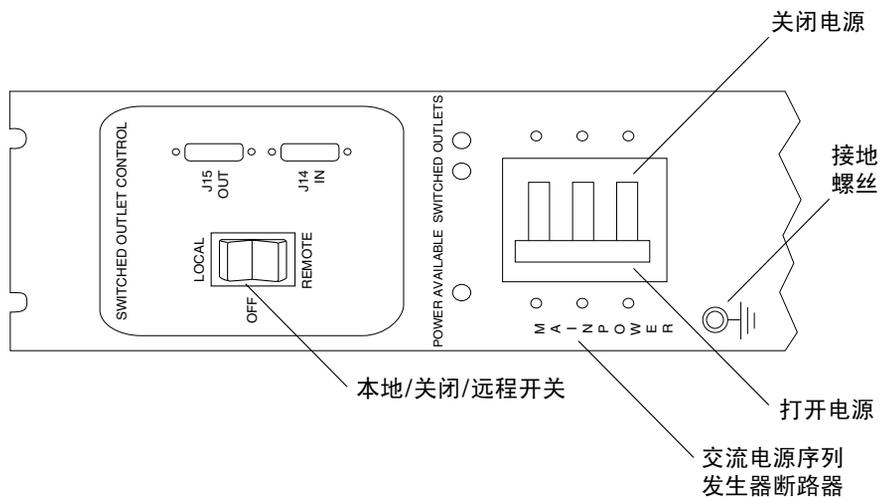

图 2-13 后电源序列发生器控制面板
1. 验证每个交流电源序列发生器的断路器是否处于 Off 位置（图 2-13）。
2. 验证每个电源序列发生器上的 Local/Off/Remote（本地/关闭/远程）开关是否处于 Remote 位置（图 2-13）。
2. 在基本机柜的前下方和后下方，将交流电源序列发生器的断路器推到 On 位置（图 2-13）。